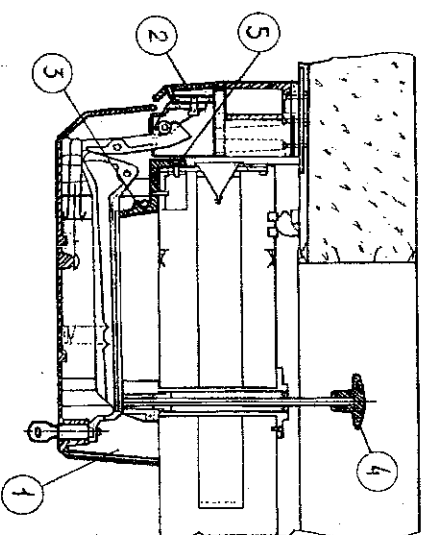

Рис.4. Ручка с запорным устройством
Произвести переднее и заднее крепление ручки двери (рис.4), для чего сначала установить, на дверь, храповик закрепив его 4-мя винтами М5х20. Переднее крепление осуществляется путем ввода оси (0) ручки в выемку храповика (3), заднее – путем установки узла кнопки открывания двери изнутри (4).